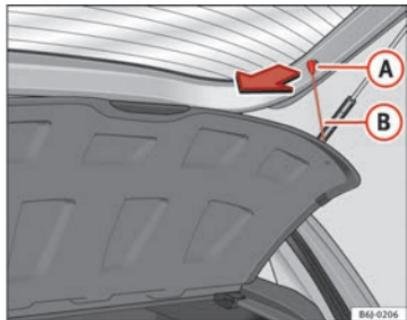

Fig. 95 Chapeleira porta-objectos
- Desengatar os tirantes ⇒ Fig. 95 B dos alojamentos A.